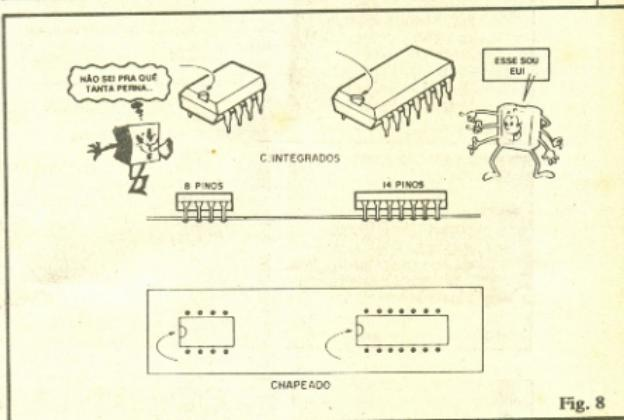

Fig. 8
- **FIG. 8** - Circuitos Integrados (serão estudados amplamente em futuras "Lições" - várias de ABC...) com o seu "monte" de "perninhos", são também componentes polarizados, que sob nenhuma hipótese podem ser ligados invertidos à placa. Seu posicionamento correto é referenciado por uma marquinha (de diversos formatos, porém sempre clara) existente numa das extremidades do componente. Nos "chapeados" essa marquinha é sempre enfatizada (ver setas) de modo que não fiquem dúvidas. O "jeitão" que o componente assume nos "chapeados" (para "variar"...) é muito parecido com a visão real que teríamos da peça, observando-a por cima, na placa...